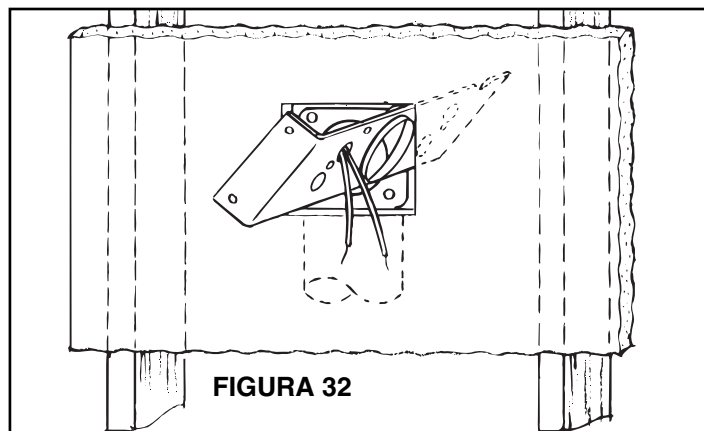

FIGURA 32
8. Quite el marco de yeso de la abrazadera de montaje. Tire el alambre de bajo voltaje por el agujero en la abrazadera e inserte la abrazadera en el recorte. Sujete la abrazadera seguramente al accesorio con bridas con los cuatro tornillos proporcionados. Asegúrese de que el sellado sea seguro entre el accesorio con bridas y la abrazadera de montaje (Figura 32).